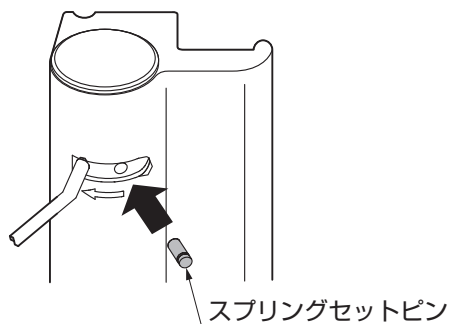

図5-3
⑤所定の巻込み量を巻込んだら、スプリングセットピンを挿入しスプリングが戻らないようにしてください。(図5-3参照)